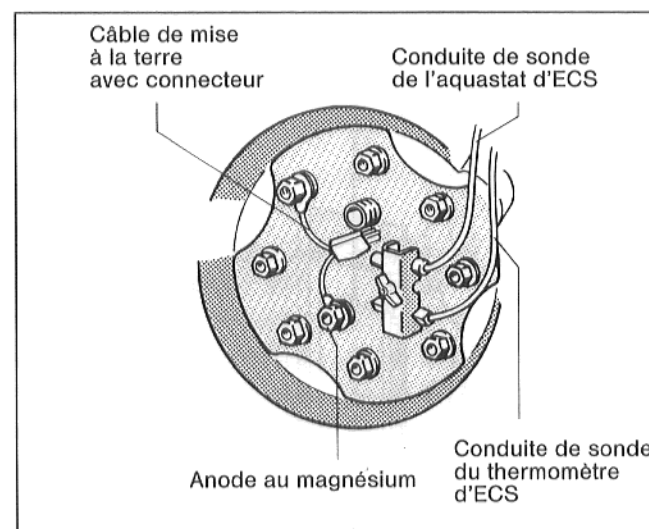

Fig. 14
- Mettre la cosse du câble de mise à la terre en place et serrer les vis 6 pans (fig. 14).